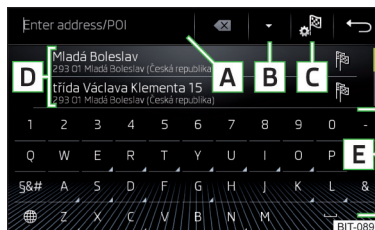
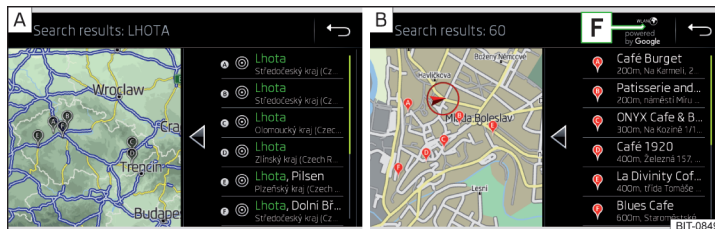

Abb. 225
Abb. 226 Liste der aufgesuchten Ziele: in den Navigationsdaten / online
## Funktionsflächen » Abb. 225 und » Abb. 226
Im Bereich **D** » Abb. 225 wird eine Liste der aufgesuchten Ziele angezeigt.
- **oder:** Die Funktionsfläche **B** » Abb. 225 antippen.
- 📍 In den Navigationsdaten aufgesuchte Ziele » Abb. 226 - **A**.
- 📍 Online aufgesuchte Ziele » Abb. 226 - **B**.